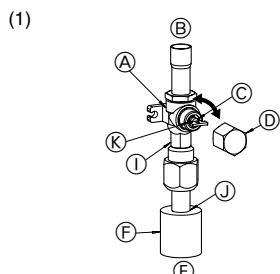
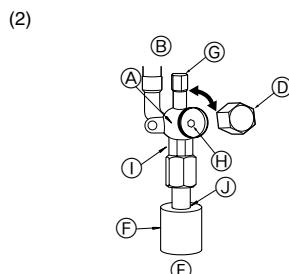

Fig. 4-5
Fig. 4-6
(1) Gassidan (Fig. 4-5)
- ① Ta bort locket, dra handtaget mot dig och vrid motors 1/4 varv för att öppna.
- ② Kontrollera att stoppventilen är helt öppen, tryck in handtaget och skruva på locket igen.
(2) Vätskesida (Fig. 4-6)
- ① Ta bort kåpan och vrid ventilstängen motsols så långt det går med en 4 mm sexkantsnyckel. Sluta när den når stoppet.